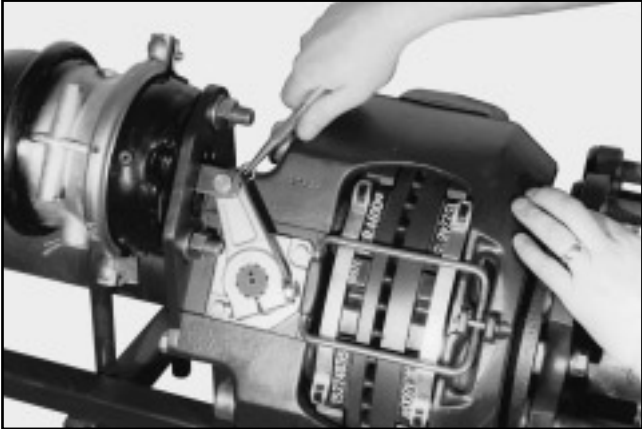

FIG. 20
2. Togliere il fermaglio a 'R' ed il perno con testa dalla leva (Fig. 20).
6. Installare il perno con testa e il fermaglio 'R' (Fig. 20).